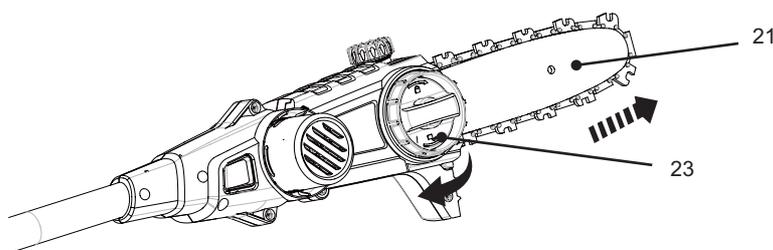

Fig. 14
- > Tournez la molette de tension [23] dans le sens horaire jusqu'à ce que les « attaches » de la chaîne viennent juste toucher le bord inférieur du guide-chaîne [21]. (Fig. 14)